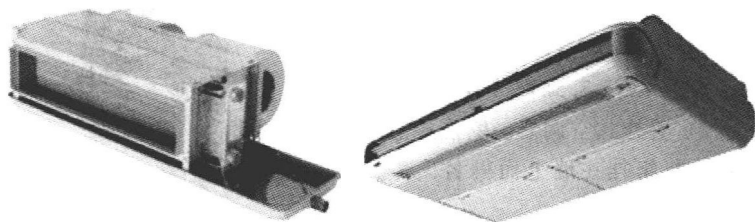

图 1-7 吊顶式空调器实物外形
3) 吊顶式空调器。如图 1-7 所示，吊顶式空调器的室内机组安装在顶棚下。